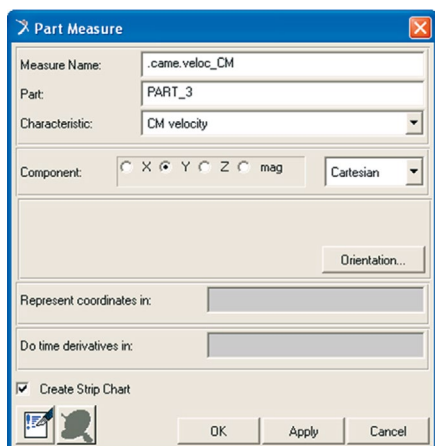

Figura 3.21 – Criando janela gráfica para a velocidade do seguidor.
- O próximo passo é criar uma janela gráfica para mostrar a variação da velocidade do seguidor. Ainda na caixa de diálogo *Part Measure*, altere o *Measure Name* para “*veloc_CM*”. No campo *Characteristic* selecione a opção *CM velocity*. No campo *Component* mantenha selecionada a opção *Y* (Figura 3.21). Clique em *Apply*.